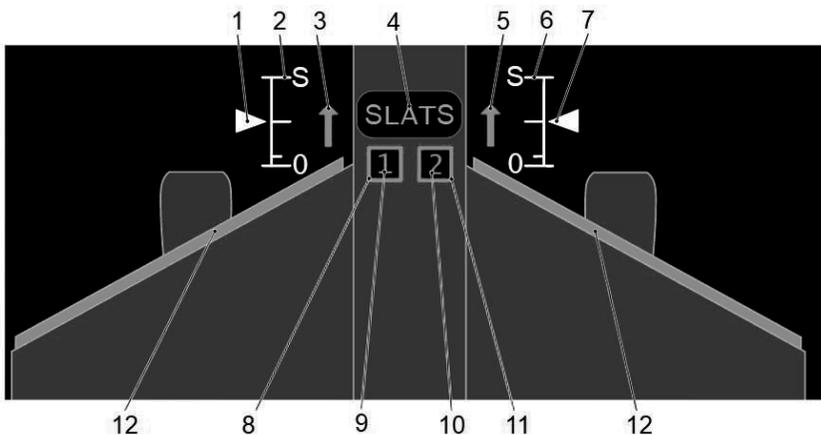

Рисунок 19. Индикация состояния и положения предкрылков
Индикация представлена на странице FCS и приведена на рис. 19. Условные обозначения приведены в табл.13.
Таблица 13. Условные обозначения к рис. 19:
- надпись SLATS белого цвета [4] Рис. 19 - наименование предкрылков,
- скобы белого цвета с рисками, с символами белого цвета 0 и S - шкалы выпуска-уборки предкрылков [2] Рис. 19, [6] Рис. 19,
- метки положения предкрылков [1] Рис. 19, [7] Рис. 19 отображаются в трех вариантах:
- индикаторы направления движения предкрылков [3] Рис. 19, [5] Рис. 19 отображаются в трех вариантах:
- индикаторы каналов приводов предкрылков [8] Рис. 19, [11] Рис. 19 отображаются в четырех вариантах: